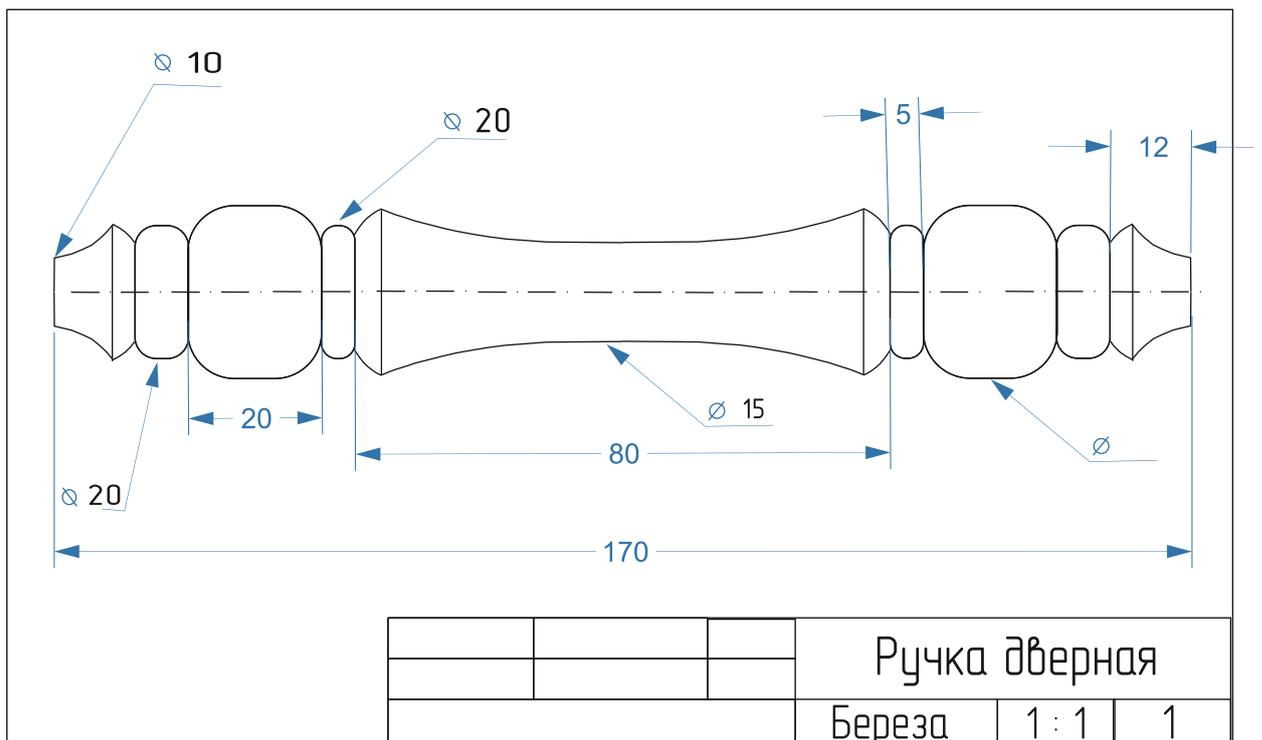

Рис. 1. Чертеж Ручка дверная
2. По чертежу изготовить изделие «Ручка дверная» (рис. 1)